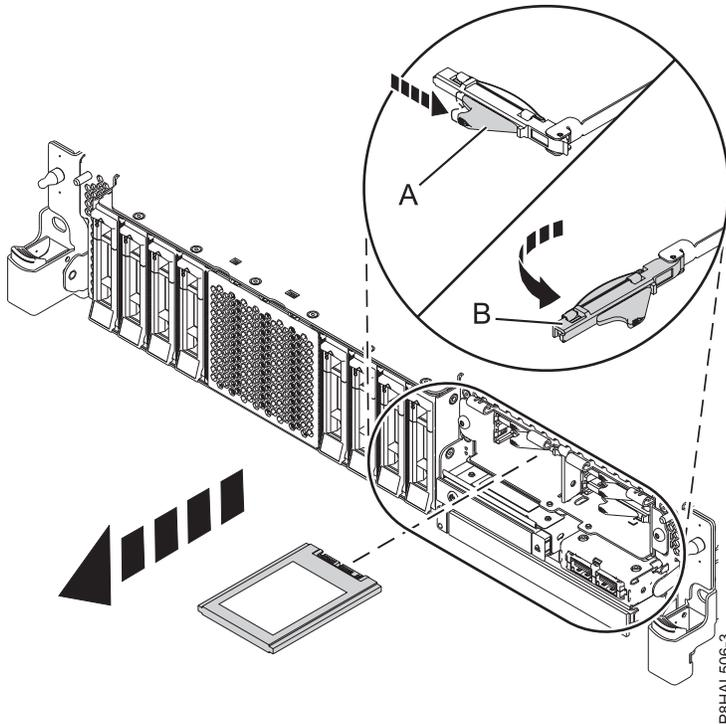

Abbildung 65. Solid-State-Laufwerk in einem System mit erweiterten Funktionen ausbauen
14. Wenn die Kennzeichnungs-LED leuchtet, ohne zu blinken, entriegeln Sie den Griff des Laufwerks (B), indem Sie die Verriegelung (A) in die gezeigte Richtung schieben und den Griff des Laufwerks (B) zu sich hin nach außen ziehen. Siehe Abb. 65 auf Seite 72. Wird der Griff nicht ganz nach außen gezogen, lässt sich das Solid-State-Laufwerk nicht aus dem System schieben.